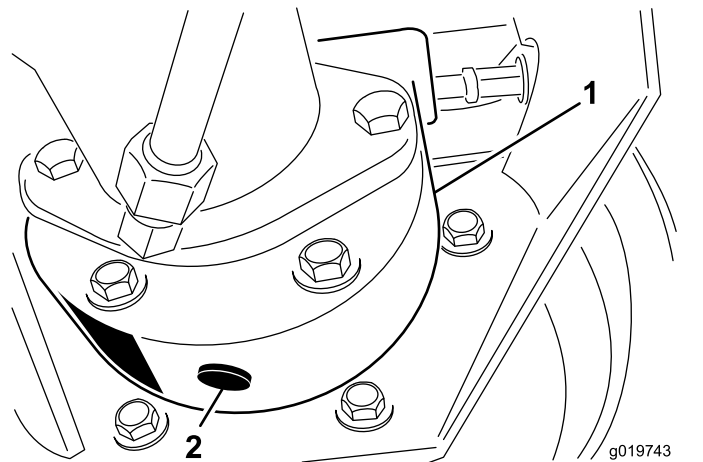

Bild 55
3. Stellen Sie eine Auffangwanne unter das Bremsgehäuse, entfernen Sie die Ablassschraube und lassen das Öl ablaufen (Bild 55).